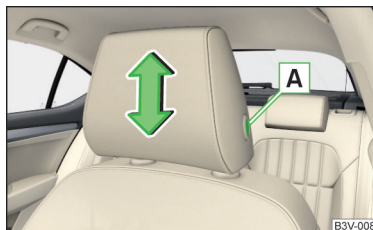

Fig. 96
- Para **ajustar la altura** mantener presionada la tecla de seguridad **A** y desplazar el soporte en la dirección deseada » fig. 96.